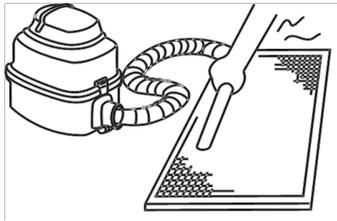

Abbildung 11.3
a. Die Lufteintrittsseite sollte bei Verwendung eines Staubsaugers nach oben zeigen. (siehe Abb. 11.3)